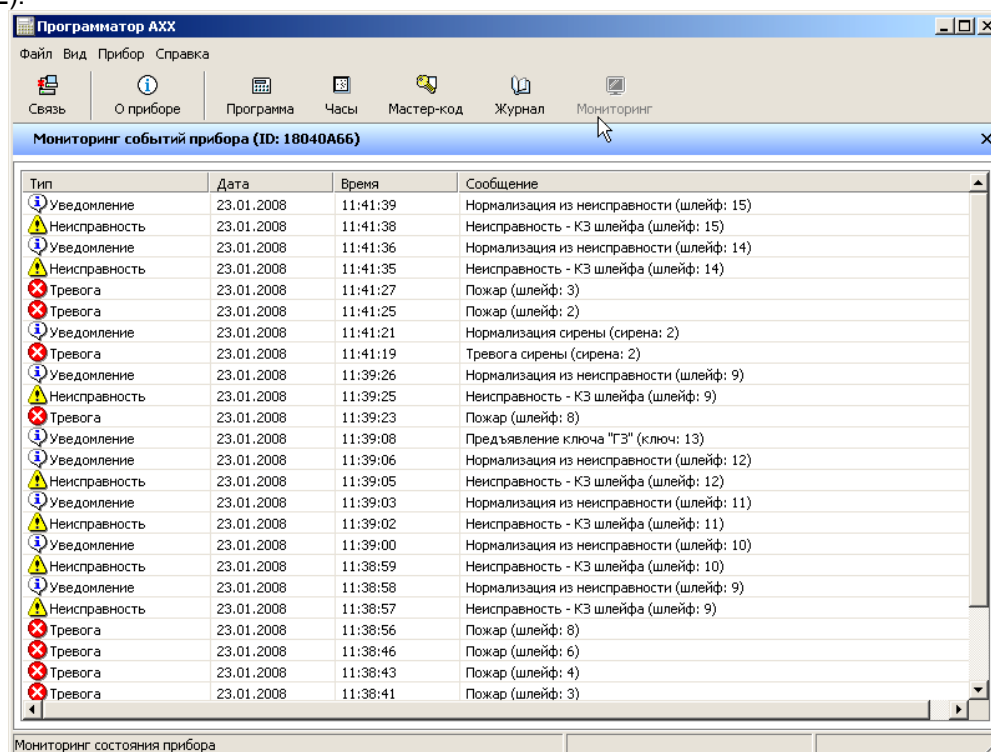

Рисунок 24 – Осуществление мониторинга программируемого прибора
2.3.1.7 Сервисная иконка «Мониторинг». Для контроля корректной работы программируемого устройства в режиме реального времени, необходимо кликнуть на иконку «Мониторинг», рисунок 24.